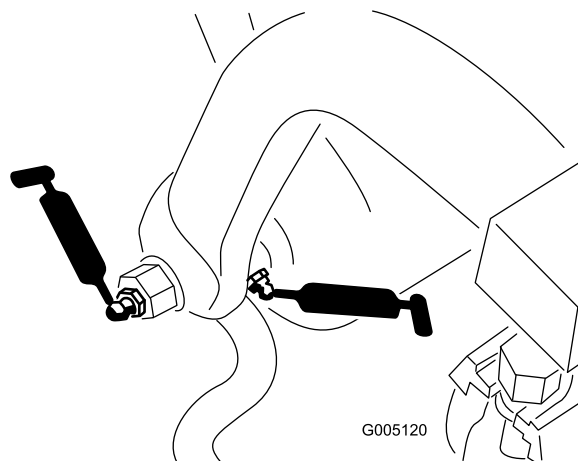

Figure 41
- Axe et rouleau de bâti de traction (12) (Figure 41)